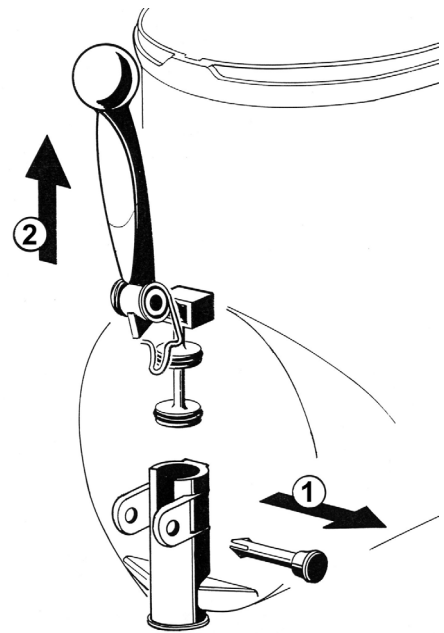

figura 12
tirando la palanca hacia arriba. (ver figura 12).
- 3 Armar de nuevo el grifo sobre el contenedor siguiendo la secuencia inversa a la detallada para el desmontaje (vedere figura 12).